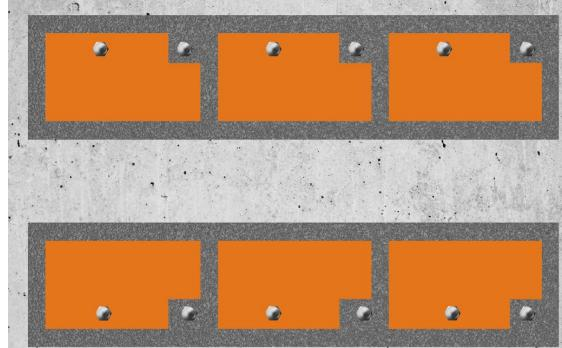

Abbildung 1 – Beispiel für einen Unterfütterungsplan
- a) Es muss ein Plan für die Unterfütterung der Maschine vorhanden sein, aus dem hervorgeht, wo die Unterfütterung und die Schrauben innerhalb des Damms angebracht werden. Ein Beispiel für einen Unterfütterungsplan ist in Abbildung 1 dargestellt.